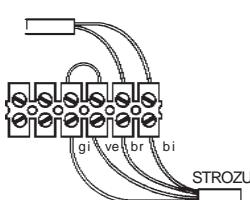

Fig. 8a
- Inserire i cappucci in gomma della scatola di derivazione sul cavo, collegare il cavo al morsetto. Fig. 8a + b
- Portare il cavo degli elementi di sicurezza alla scatola di derivazione e collegare come da Fig. 8a+b (non interrompere l'elemento disponibile).
- E' possibile collegare più elementi ai morsetti. Collegare con un ponticello l'analogico Fig. 8a + b con STROZU.